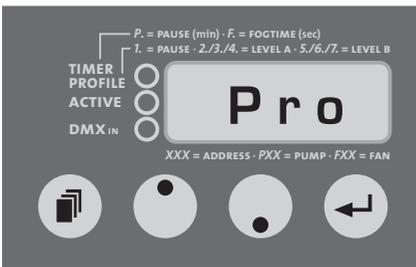

Fig. 4: Profile-Mode
- Pressez la touche Mode [14] sur le panneau de commande [17], jusqu'à ce que le symbole „Pro“ s'affiche (cf. fig. 4).